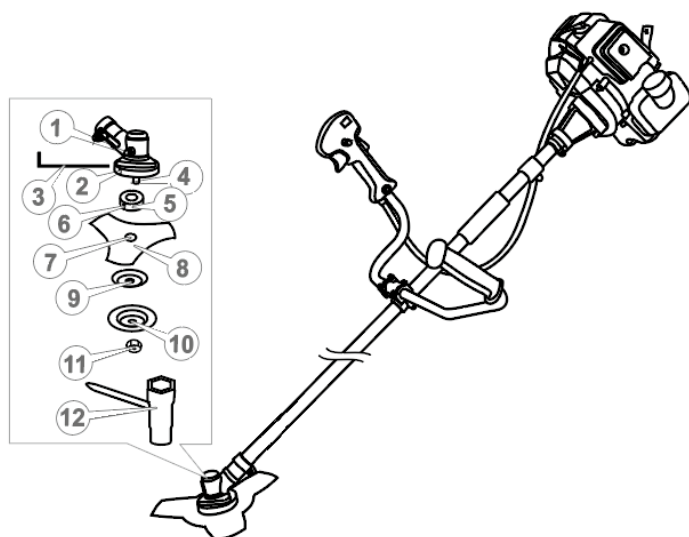
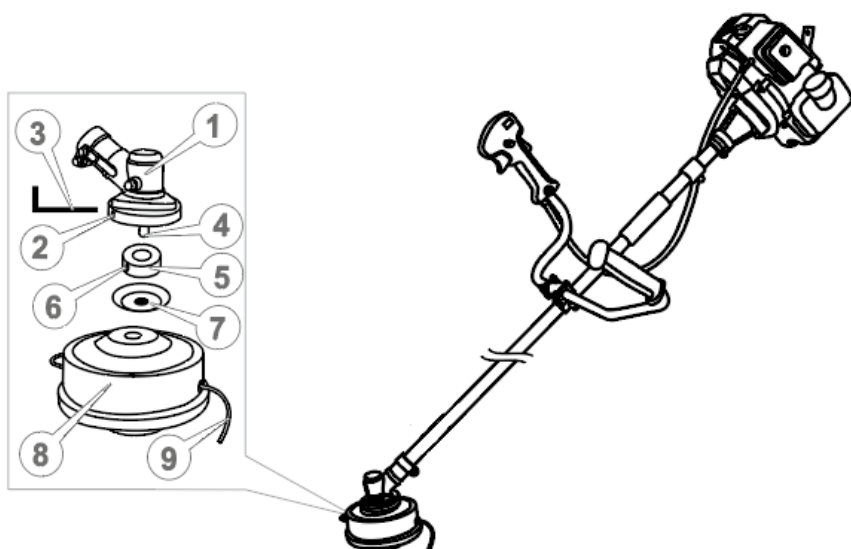

Рисунок 4. Схема встановлення різального ножа.
Рисунок 5. Схема встановлення різальної головки із жилкою.
- вставити шестигранний ключ (3, рис. 4) або викрутку в стопорний отвір (2, рис. 4) редуктора, фіксуючи таким чином вал від провертань;
- відкрутити за допомогою накидного ключа (12, рис. 4) верхню фіксуючу гайку лівої нарізки (11, рис. 4), зняти її, після чого зняти захисну кришку тарілчастої форми (10, рис. 4) та шайбу тарілчастої форми (9, рис. 4), залишаючи на шпинделі (4, рис. 4) приводну шайбу-перехідник (5, рис. 4);
- поверх приводної шайби вкласти різальний ніж (8, рис. 4) таким чином, щоб посадковий уступ приводної шайби (5, рис. 4) увійшов у посадковий отвір ножа (7, рис. 4);
- поверх ножа по чергову встановити на шпиндель редуктора шайбу тарілчасту (9, рис. 4), захисну кришку (10, рис. 4) і надійно закріпити гайкою лівої нарізки (11, рис. 4) за допомогою накидного ключа (12, рис. 4);
- витягнути ключ (3, рис. 4) із стопорного отвору (2, рис. 4) редуктора (1, рис. 4).
Фіксуюча гайка (11, рис. 4) має ліву нарізку.
— вставити шестигранний ключ (3, рис. 5) або викрутку в стопорний отвір (2, рис. 5) редуктора, фіксуючи таким способом вал від провертань;
- відкрутити за допомогою накидного ключа (12, рис. 4) верхню фіксуючу гайку лівої нарізки (11, рис. 4), зняти її, після чого зняти захисну кришку (10, рис. 4), залишаючи на шпинделі (4, рис. 5) приводну шайбу (5, рис. 5) та шайбу тарілчастої форми (7, рис. 5);
- поверх шайби тарілчастої форми накрутити різальну головку із жилкою (8, 9, рис. 5);
- витягнути шестигранний ключ (3, рис. 5) або викрутку із стопорного отвору (2, рис. 5) редуктора (1, рис. 5).